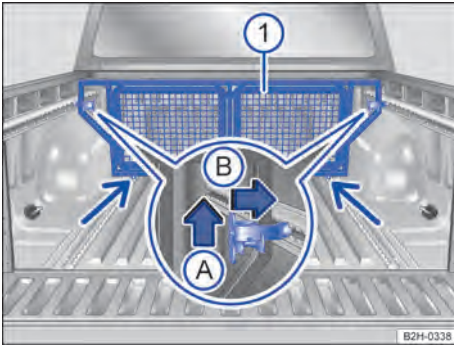

Fig. 128 En la superficie de carga: montar el elemento divisorio.
1. Coloque el elemento divisorio → Fig. 128 ① en la posición de montaje deseada con cuidado → ⚠.
3. Coloque el elemento divisorio en los raíles de amarre inferiores → Fig. 128 (flechas finas).
5. A ambos lados, tire hacia arriba de la palanca de bloqueo → Fig. 128 (flecha (A)) y presiónela hacia fuera hasta el tope (flecha (B)).